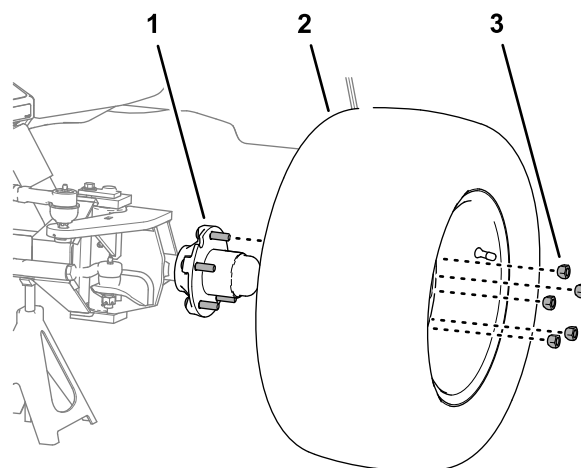

Figura 3
2. Retire las 5 tuercas que sujetan el neumático izquierdo y la rueda al cubo de la rueda, y retire la rueda de la máquina (Figura 3).